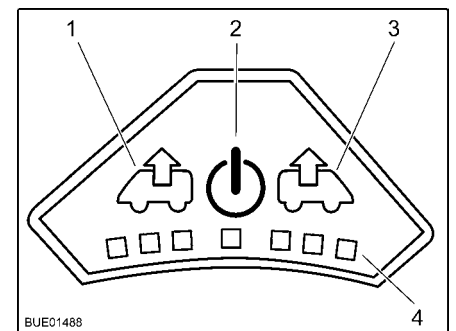

Fig. 129 Panneau de commande du ventilateur
- Appuyer sur la touche Marche/Arrêt (Fig. 129,2). Le ventilateur fonctionne en mode confort (aération à faible vitesse de rotation).
- Pour augmenter la vitesse de rotation du ventilateur, appuyer sur la touche Ventiler (Fig. 129,1). La vitesse de rotation du ventilateur augmente d'un niveau de puissance dans le sens de l'échappement. Les DEL (Fig. 129,4) montrent les niveaux de puissance.
- Pour réduire la vitesse de rotation du ventilateur, appuyer sur la touche Aérer (Fig. 129,3). La vitesse de rotation du ventilateur diminue d'un niveau de puissance.
- Pour augmenter la vitesse de rotation du ventilateur, appuyer sur la touche Aérer (Fig. 129,3). La vitesse de rotation du ventilateur augmente d'un niveau de puissance dans le sens de l'aération. Les DEL (Fig. 129,4) montrent les niveaux de puissance.
- Pour réduire la vitesse de rotation du ventilateur, appuyer sur la touche Ventiler (Fig. 129,1). La vitesse de rotation du ventilateur diminue d'un niveau de puissance.
- Appuyer sur la touche Marche/Arrêt (Fig. 129,2). Le ventilateur s'arrête, les DEL s'éteignent.